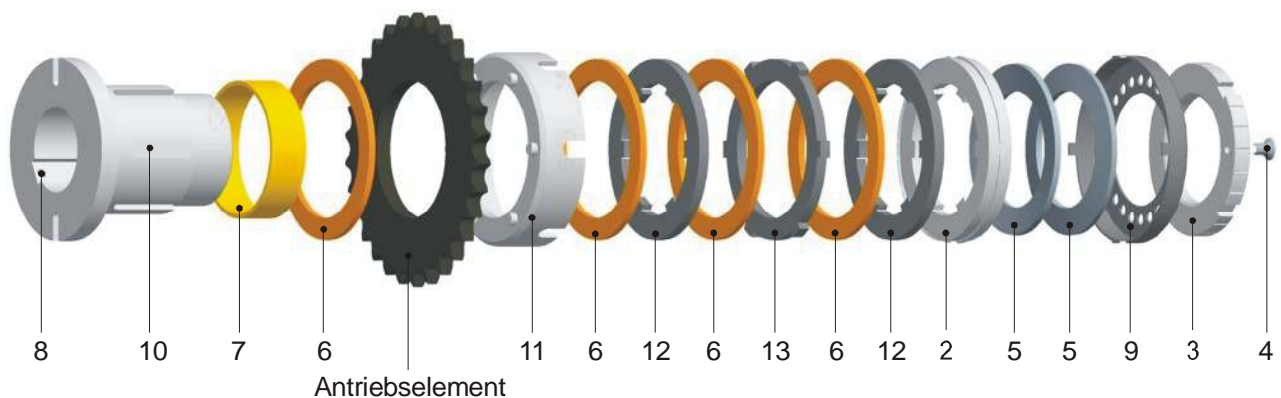
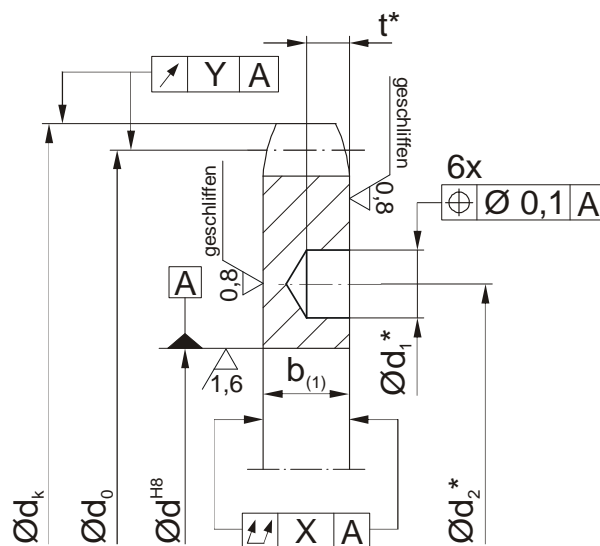

Bild 2
Bild 4 (* => nur bei Type 1010_1000)
Type 1010. (Bild 2)
Das optimierte Leistungsvermögen dieser Kupplungstypen wird durch ein zweites Paar Reibbeläge erreicht. Für die Drehmomentübertragung auf das Antriebselement sind dafür sechs Noppen im Übertragungsflansch (11) vorgesehen, die formschlüssig in sechs Bohrungen des Antriebselements greifen. Die Montagefolge der Bauteile entspricht der bildlichen Anordnung der Teile von links nach rechts (Bild 2). Die Anordnung der sechs Bohrungen ist in Bild 4 ersichtlich.
Alle Antriebselemente müssen in Stahl ausgeführt werden und die Voraussetzungen, wie in Bild 4 und Tabelle 3 dargestellt, erfüllen.